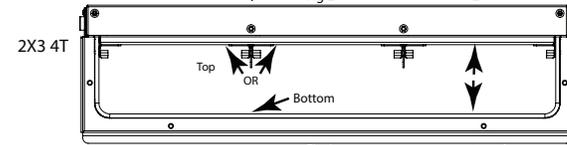

Fig 3
NOTE: Pour 2x3 quatre (4) unités de zone, se référer à la Fig.3